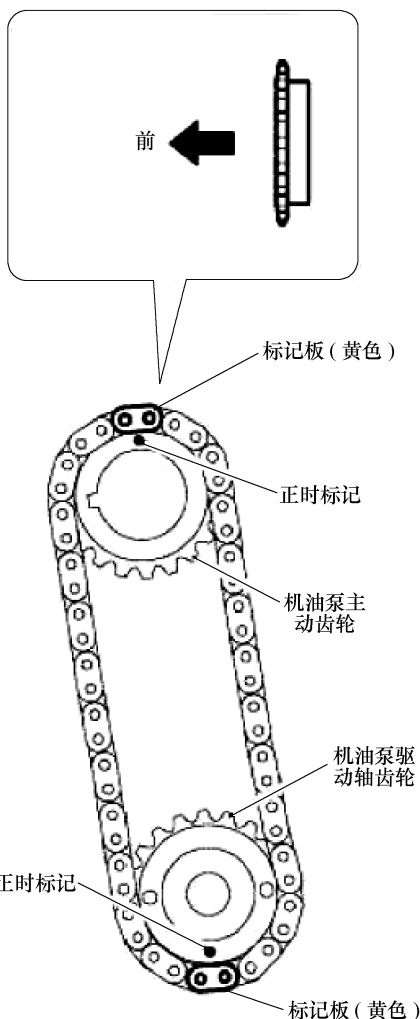

图 1-278 对准正时链正时标记
④ 如图 1-278 所示，使黄色链条标记与各齿轮的正时标记对准。